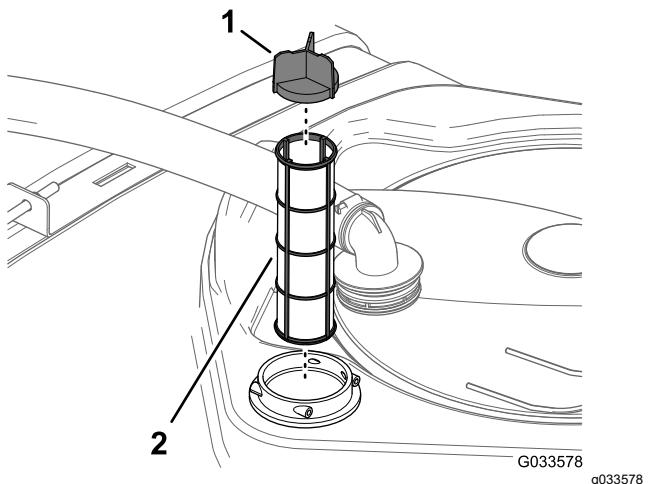

Figura 88
- Retire el filtro de aspiración del alojamiento del filtro del depósito (Figura 88).